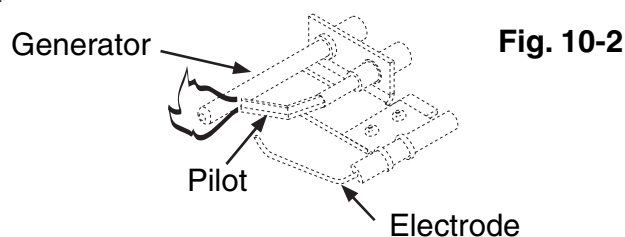

Fig. 10-2
1. La flamme pilote devrait encrer le bout de générateur, et est préréglée à l'usine (Fig. 10-2).